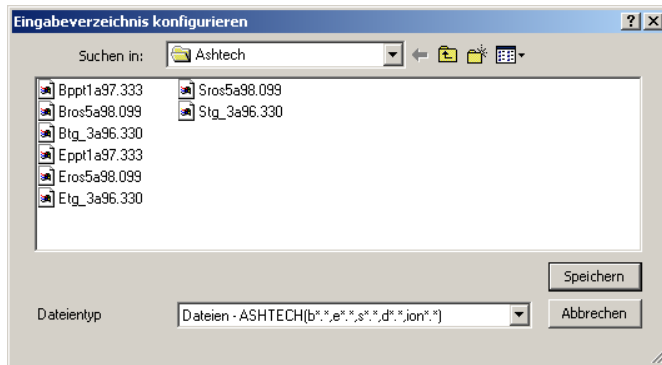

Abbildung B.7. Dialogfeld "Eingabeverzeichnis konfigurieren"
2. Klicken Sie auf **Eingabeverzeichnis**, um das Dialogfeld **Eingabeverzeichnis konfigurieren** zu öffnen, Abbildung B.7.